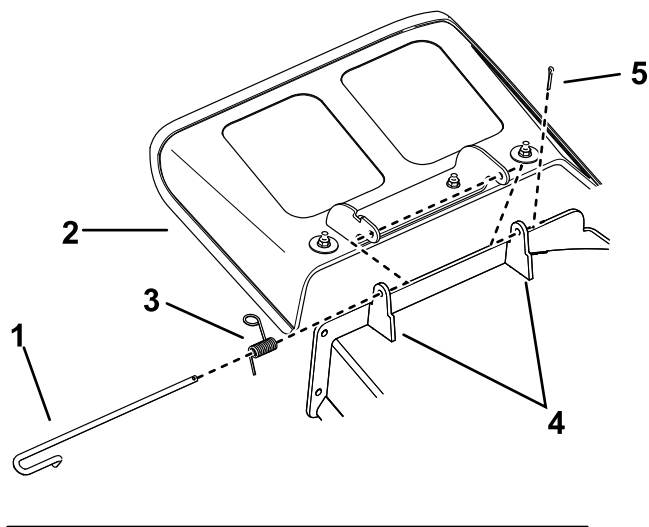

Figura 77
1. Retire la chaveta del extremo de la varilla (Figura 77).
2. Desenganche el muelle de la muesca del soporte del deflector, y retire la varilla de los soportes soldados de carcasa, el muelle y el deflector de descarga (Figura 77).
9. Instale la chaveta en el extremo de la varilla (Figura 77).